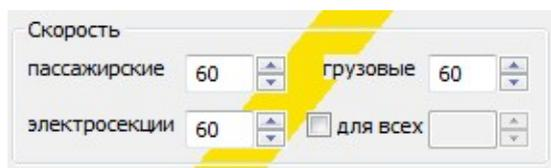

Рис.170. Задание ограничивающей скорости.
10. В раздел «Скорость» в поля «пассажирские», «грузовые», «электросекции» ввести скорость движения по предупреждению для каждой категории поездов (см. рис. 170).